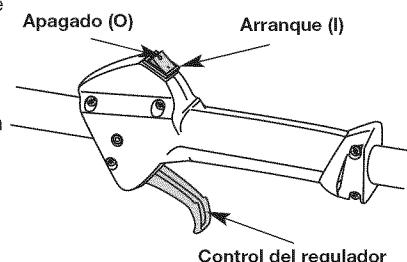

Fig. 9
NOTA: No hay necesidad de arrancar la unidad. El control de Encendido/Apagado está en la posición ENCENDIDO (I) en todo momento (Fig. 9).
- Coloque el control de encendido y apagado en posición de APAGADO (O) (Fig. 9).
2. Coloque el control de encendido y apagado en posición de APAGADO (O) (Fig. 9).